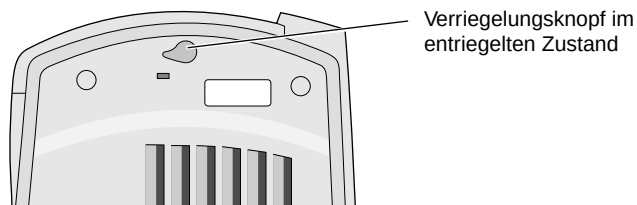

Abbildung 2-3 Drehen des Entriegelungsknopfes in die geöffnete Stellung
3. Drehen Sie den Verriegelungsknopf bis zur Entriegelung im Uhrzeigersinn, wie in Abbildung 2-3 dargestellt. (Der runde Teil des Verriegelungsknopfes weist im entriegelten Zustand nach links.)